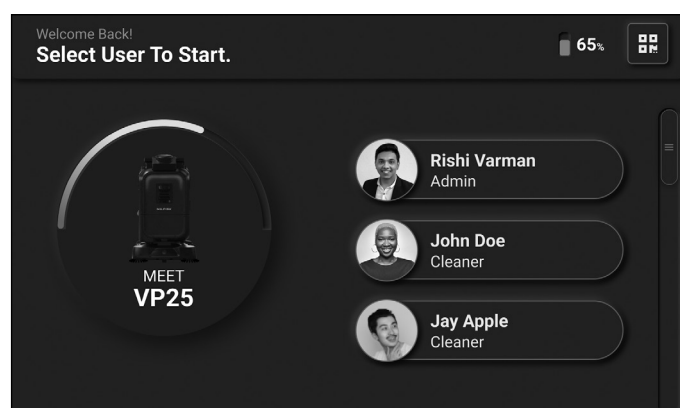

Figure 21
1. Sélectionnez le compte auquel vous connecter (**Fig. 21**).